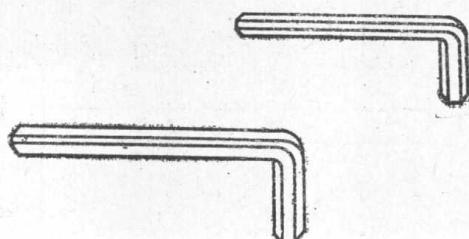

图1-6 内六角扳手
5. 内六角扳手（图1-6） 内六角扳手用来扳紧或松开内六角螺钉，常用规格是6mm、8mm和10mm(六角的对边尺寸)。